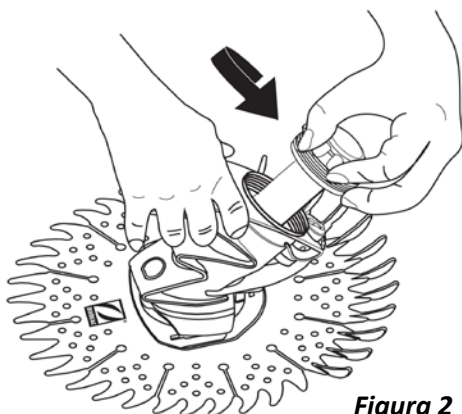
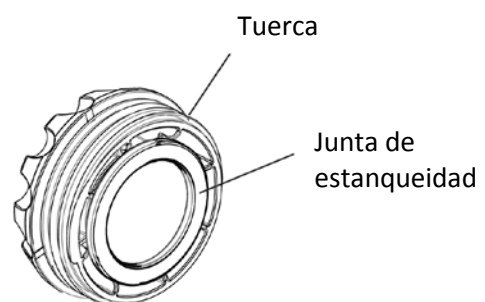

Figura 2
Figura 3
- Desenrosque la tuerca de retención, retírela deslizándola a lo largo del tubo de extensión exterior (Figura 2) y póngala a un lado. La junta de estanqueidad está diseñada para permanecer dentro de la tuerca y para desprenderse en una sola pieza (Figura 3).